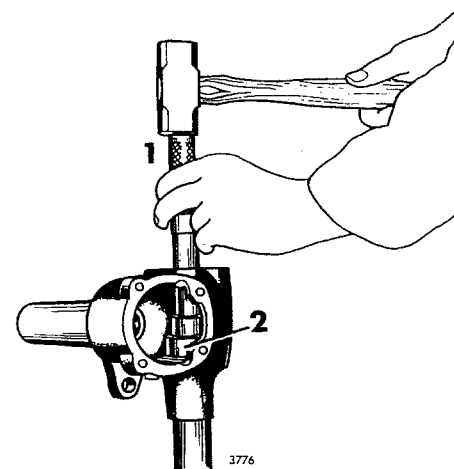

Fig 14-20. Montering av inre lagrets yttre bana
4. Montera inre rattaxellagrets yttre bana, se fig 14-20. Pressa i lagerbanan så att den ligger an mot ansatsen i huset.